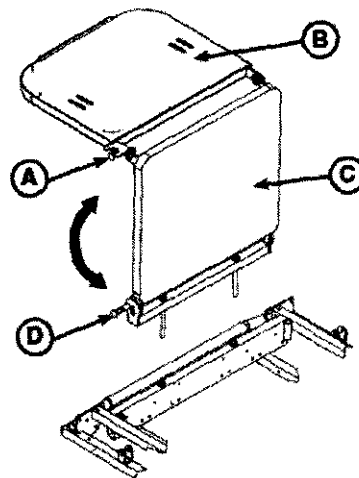

Figura 7.2: Extensión para pies/ Bandeja para desfibrilador - Extremo de los pies
Para utilizar como bandeja para desfibrilador, tire hacia fuera del pomo superior (A) y gire la bandeja (B) sobre la extensión para pies (C) hasta que la bandeja quede extendida en posición horizontal sobre el extremo de los pies de la camilla, como se muestra en la Figura 7.2.
Para utilizar como extensión para pies, tire hacia fuera del pomo (A) y gire la bandeja para desfibrilador hacia atrás hasta que quede fijada contra la extensión para pies (C). Mientras sujeta el conjunto, tire hacia fuera del pomo inferior (D) y baje la extensión para pies hasta que quede en posición horizontal, como se muestra en la Figura 7.2.